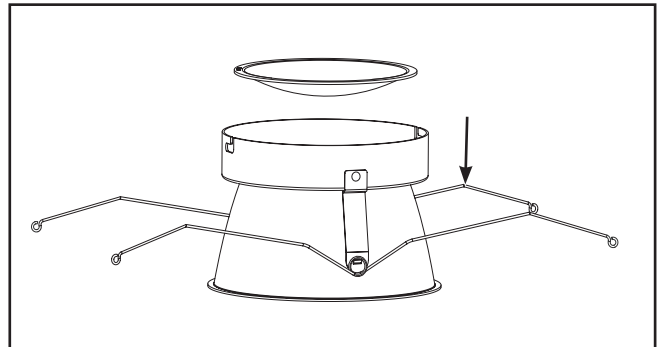

Figure 5.
- Insérez la lentille dans la garniture inférieure de façon à ce que la face de la partie concave soit vers le bas (Figure 5.).